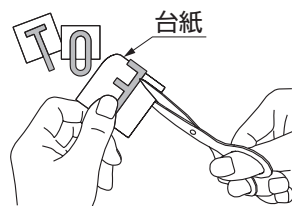

図8-4
- ②文字を切らないように注意して、台紙をハサミで5分の1程度切取ってください。（図8-4参照）